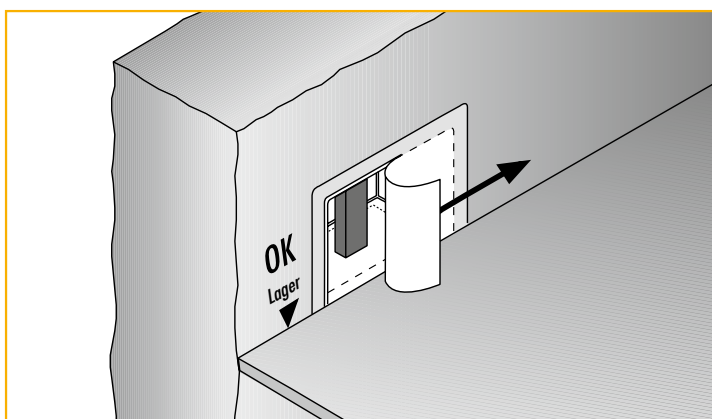

Abbildung 2
- ▶ Den Innenbereich der Schutzfolie der Schöck Tronsole® Typ AZ entlang der Perforation entfernen. Holzaussteifung und den zusammengeklappten Anschluss-Rahmen herausnehmen (Abbildung 2).